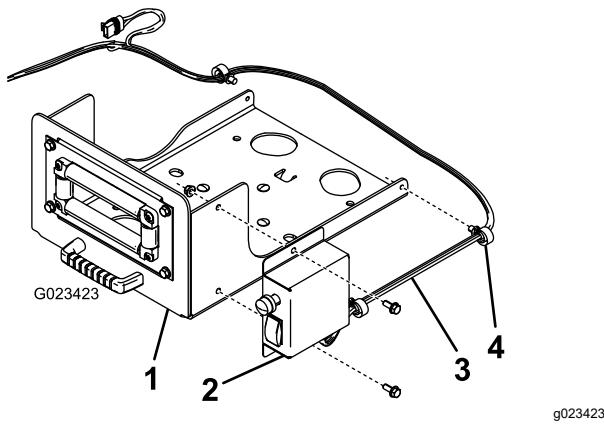

Figura 6
5. Instale a caixa do interruptor à placa articulada utilizando 2 parafusos (5/16 pol.) e 2 porcas flangeadas (5/16 pol.) como se mostra na Figura 6.
6. Prenda cablagem às partes laterais da placa articulada utilizando as abraçadeiras existentes (Figura 6).